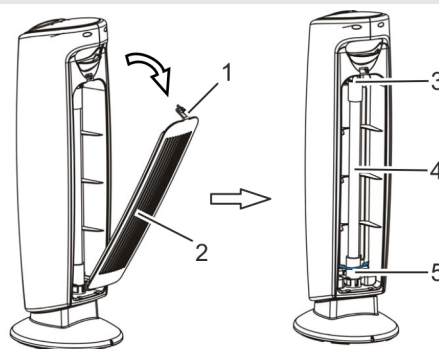

Fig. 6: Remplacement de la lampe UV-C
Une lampe tubulaire UV-C intégrée à l'appareil (Fig. 6/4) émet des rayons UV qui éliminent efficacement les bactéries et les virus de l'air ambiant. Elle contribue à améliorer la qualité de l'air ambiant.
- Ne regardez pas directement la lampe UV-C en fonctionnement (Fig. 6/4).
- Ne regardez pas directement la lampe UV-C-allumée (Fig. 6/4).
Une manipulation non conforme de la lampe UV-C (Fig. 6/4) peut causer une fuite de mercure. Un contact avec le mercure peut provoquer de graves intoxications, des irritations cutanées et des lésions aux yeux.
- Manipulez la lampe UV-C (Fig. 6/4) avec une grande précaution.
- Si la lampe UV-C (Fig. 6/4) est endommagée, observez les instructions suivantes:
L'efficacité de la lampe UV-C (Fig. 6/4) diminue au bout de 3000 heures de fonctionnement. Une lampe UV-C usée ne permet pas d'éliminer les bactéries et les virus de manière efficace.
- Remplacez une lampe UV-C (Fig. 6/4) usée ou défectueuse par une lampe UV-C neuve du même type (☞ par. 10 „Spécifications“, page 11).
2. Appuyez d'un doigt sur le dispositif de verrouillage (Fig. 6/1) de la grille de ventilation (Fig. 6/2) au dos de l'appareil.
3. Tirer la grille de ventilation (Fig. 6/2) vers l'arrière.
4. Dévissez avec précaution la lampe UV-C usée ou défectueuse (Fig. 6/4) de la douille supérieure (Fig. 6/3) et inférieure (Fig. 6/5) .
5. Insérez une nouvelle lampe UV-C (Fig. 6/4). Pour ce, glissez les contacts en forme de tige de la lampe UV-C dans les rainures supérieure (Fig. 6/3) et inférieure de la douille (Fig. 6/5) prévues à cet effet et vissez le tube de la lampe à 90°.
6. Replacer la grille de ventilation (Fig. 6/2) dans l'appareil.